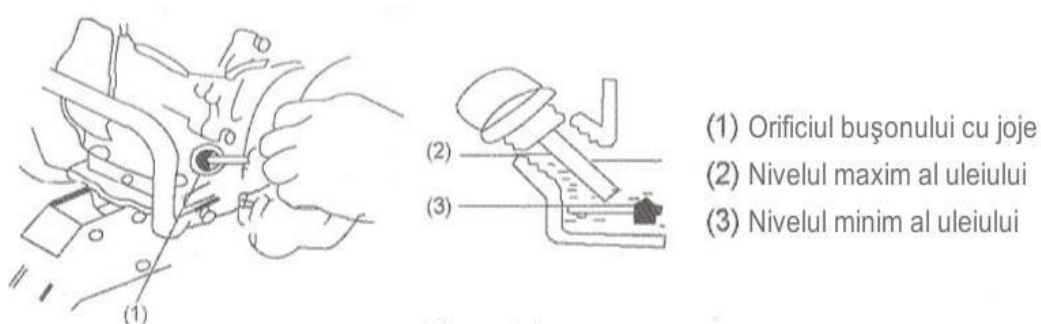

Figura 2-1
2.1 Verificarea uleiului (Figura 2-1)